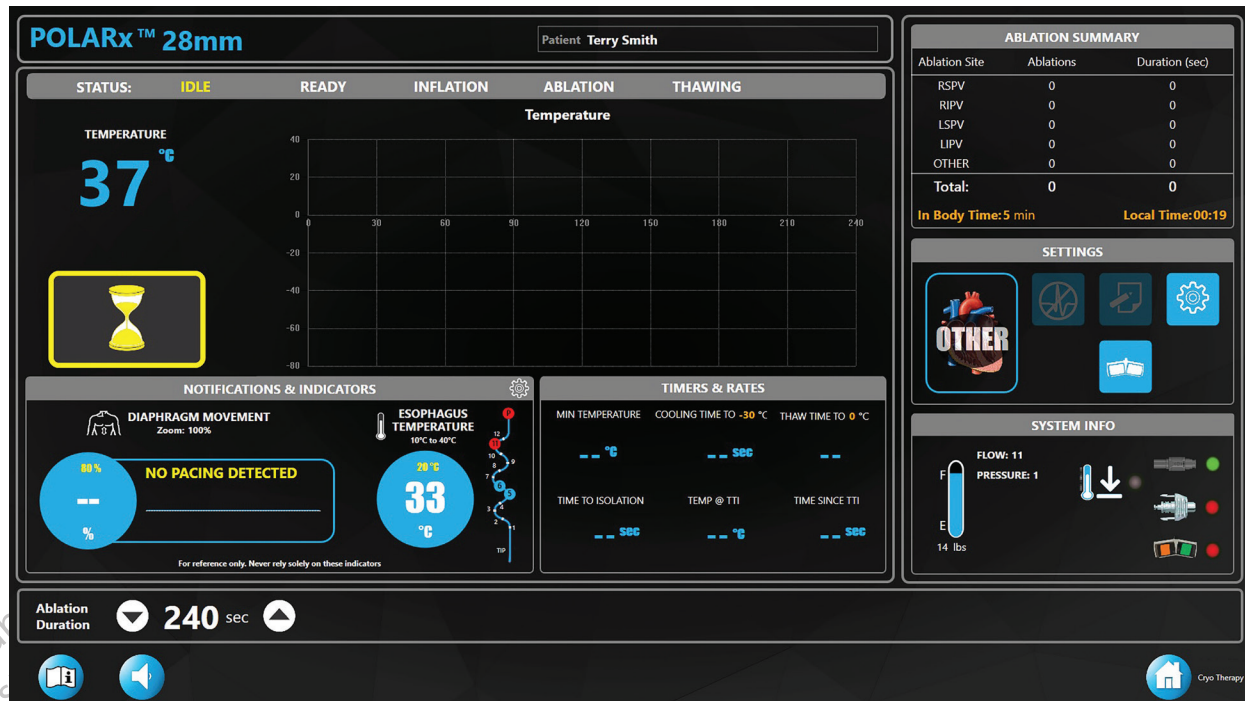

Figure 11. Sonde de température œsophagienne CIRCA™ S-CATH - Capteurs non fonctionnels
- Tous les capteurs non fonctionnels apparaîtront en surbrillance en rouge (voir Figure 11).